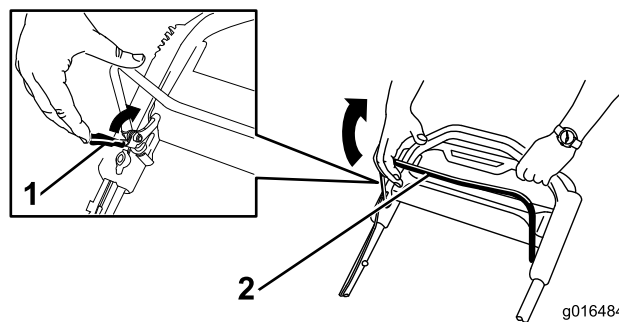

Figura 22
2. Puxe a barra de controle **lentamente** para trás, em direção à pega (Figura 22).
1. Puxe o bloqueio da barra de controle da lâmina em direção à barra (Figura 22).